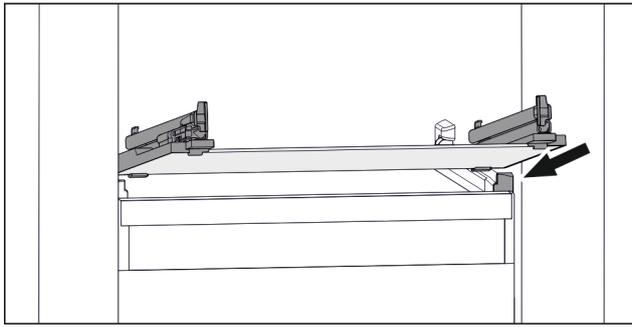

Fig. 48 Exemple de représentation de la tablette en verre
- Placer la tablette en verre, en l'inclinant, derrière les butées. (voir Fig. 48)